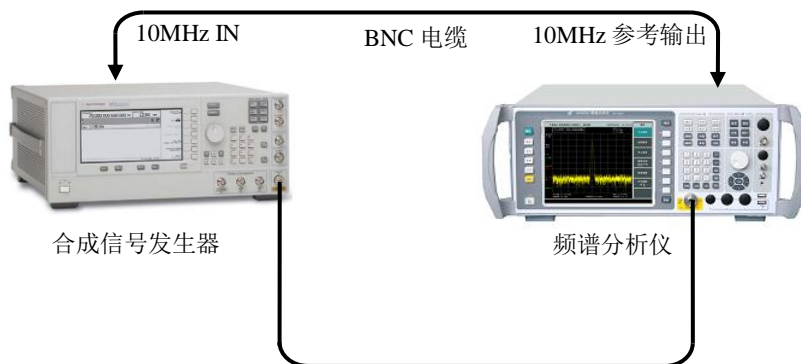

图 6-10 镜像，多重和带外响应测试设置
- 1) 如图 6-10 连接仪器。
- 1) 如图 6-10 连接设备。频谱分析仪为 E8254A 提供频率参考。